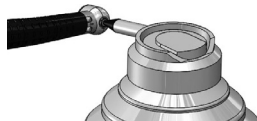

Fig. 5
3. Inserte la punta de la boquilla de aerosol Henry Schein Spray & Clean en el mandril y aplique el aerosol de 1 a 2 segundos (Fig. 5).